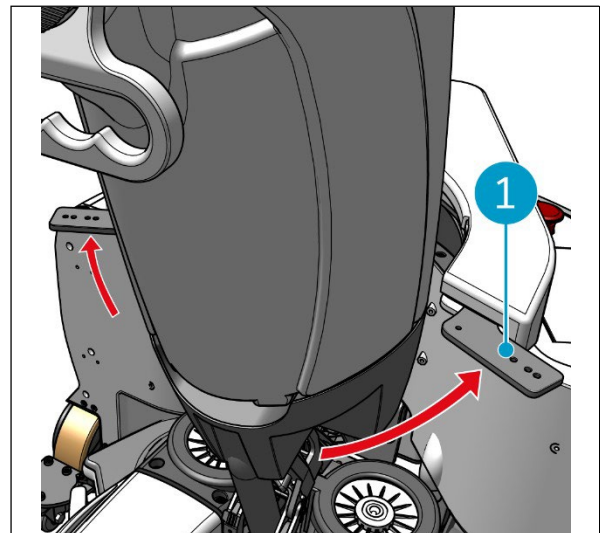

Figura 45
3. Desbloquee el anillo de fijación del i-walk (Figura 45, pos. 1).